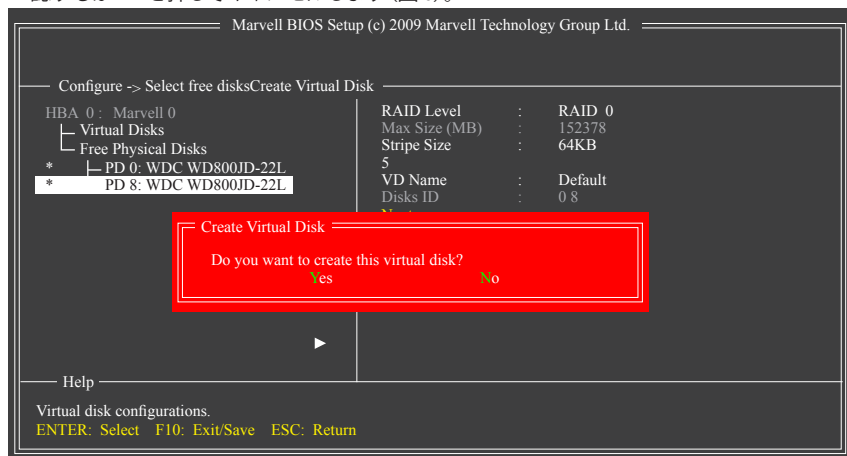

図 5
6. **Next (次へ):** 上の設定を完了した後、**Next** に移動して<Enter>を押しアレイの作成を開始します。ボリュームの作成を確認するように求めるメッセージが表示されたら、<Y>を押して確認するか<N>を押してキャンセルします（図 5）。